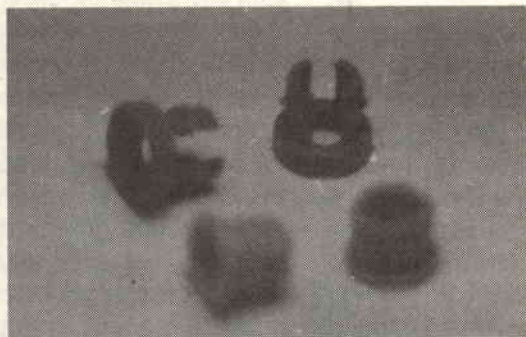

figura 3 - I due tipi di isolatori per il dipolo.
2) Si taglia un tubetto di alluminio di  $\varnothing$  esterno 6 mm lungo 322 mm e lo si fissa come in figura 2, isolandolo dal boom con le boccoline di figura 3. Come si vede, le boccoline sono di due tipi a scelta: quelle più scure, si trovano dai costruttori di infissi di alluminio, le più chiare (sfocate!), sono la parte terminale dei tasselli ad espansione in plastica, modello Friulsider  $\varnothing$  8 mm. Una vite passante  $\varnothing$  4 mm (indicata con una freccia in fig. 2), possibilmente inox, blocca il dipolo e fornisce all'esterno il centro elettrico del dipolo su un terminale a saldare (punto P).